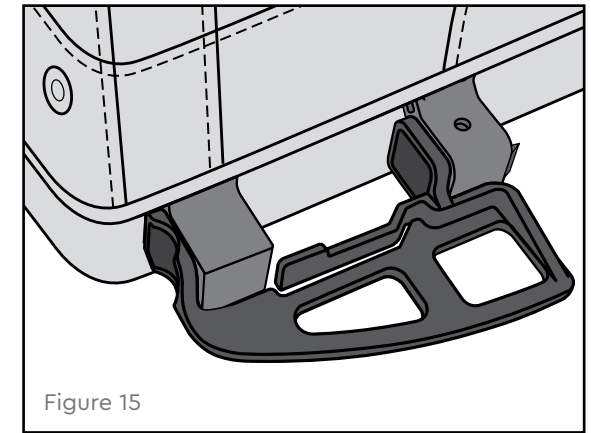

Figure 15
2. Faites glisser le garde-roues dans le récepteur de la barre de remorquage jusqu'à ce qu'il s'enclenche (Figure 15).